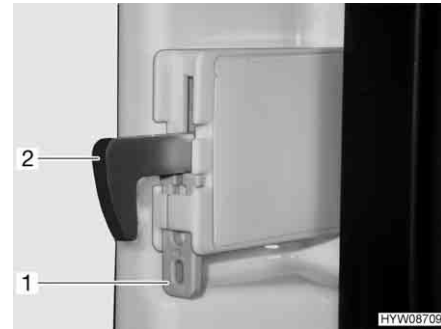

Bild 220 Fixierung Verriegelungshaken
- Die Fixierung (Bild 220,1) nach oben drücken. Der Verriegelungshaken (Bild 220,2) wird nach oben gedrückt und ist außer Funktion.
- Den Verriegelungshaken (Bild 220,2) nach unten drücken. Der Verriegelungshaken ist wieder in Funktion.